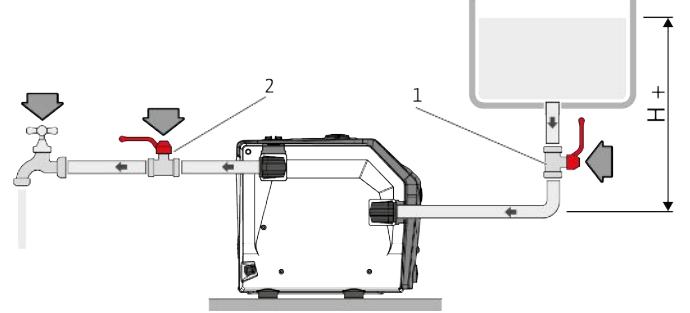
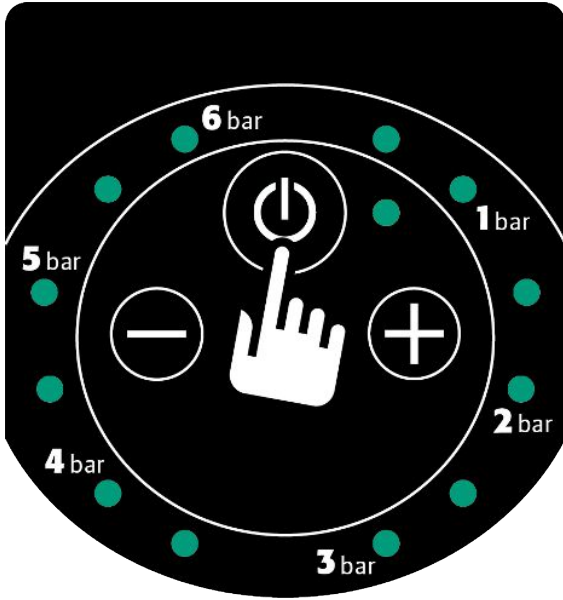

Fig. 8: Yük işletimi
Fig. 11: Kumanda tuşu Açık/Kapalı
1. Ürün yük işletiminde kurulu ise (Fig. 8), Açık/Kapalı kumanda tuşuna 1 kez basın (Fig. 11).
2. Kumanda alanındaki "Açık/Kapalı" kumanda tuşuna basın (Fig. 11).